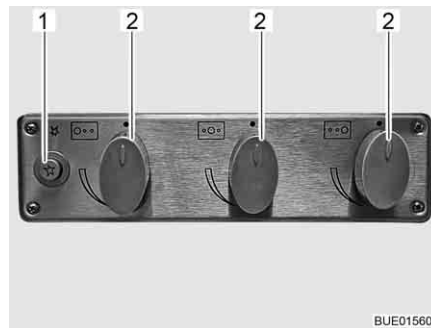

Bild 162 Bedienelemente für Gaskocher
- Drehregler (Bild 162,2) der gewünschten Brennstelle auf Zündposition (große Flamme) drehen.
- Drucktaster (Bild 162,1) drücken.